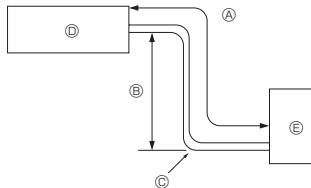

Fig. 2-1
2.1.Rohrleitung für Kältemittel (Fig. 2-1)